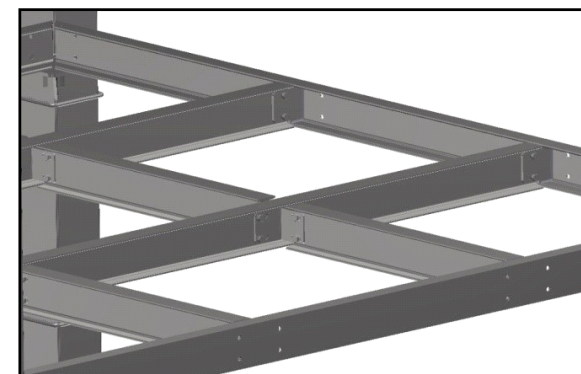

рис. 8
6. К элементам нижней обвязки крепятся двутавровые балки с использованием болтов М12х50, гаек и шайб (рис. 8).